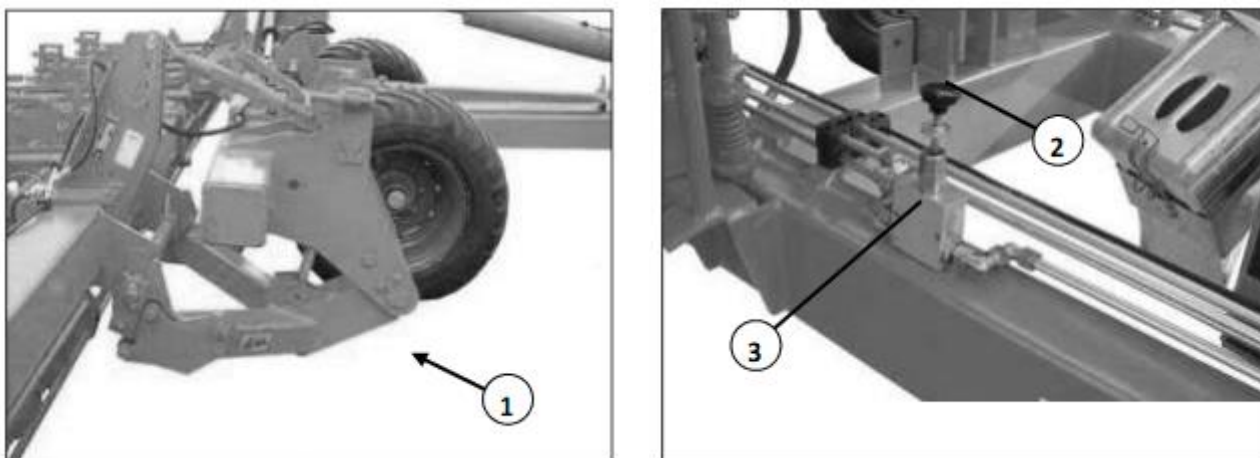

Рис.6.2
– При необходимости отрегулируйте установочное колесо (2) редукционного клапана (3) по часовой стрелке настолько, чтобы проникновение рабочих секций было достаточным для обеспечения равномерной рабочей глубины и глубинной проводки – см.рис.6.2.
– После поворота на краю поля переключите управляющее устройство трактора для управления трехточечными гидравлическими устройствами (1) примерно на 5 секунд в положение опускания. Рабочие секции полностью опустятся и будет достигнуто предустановленное давление трехточечных гидравлических устройств (1), предварительно установленное редуцирующим клапаном (3).